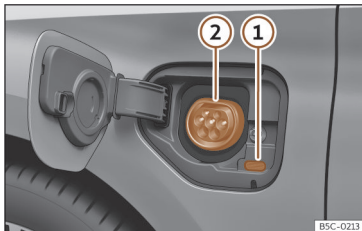

Fig. 56 Detrás de la tapa de carga de la batería en la parte delantera izquierda: Toma de carga.
>>> **fig. 56**
- Con el vehículo desbloqueado, al presionar la tapa de carga de la batería esta se abre >>> **fig. 56.**